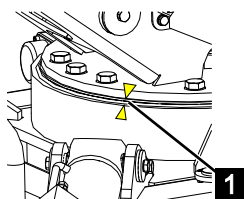

Abb. 114
5. Den Aufbau in Richtung Transportstellung schwenken, bis die beiden Pfeile (Abb.114/1) des Drehanzeigers fluchten.